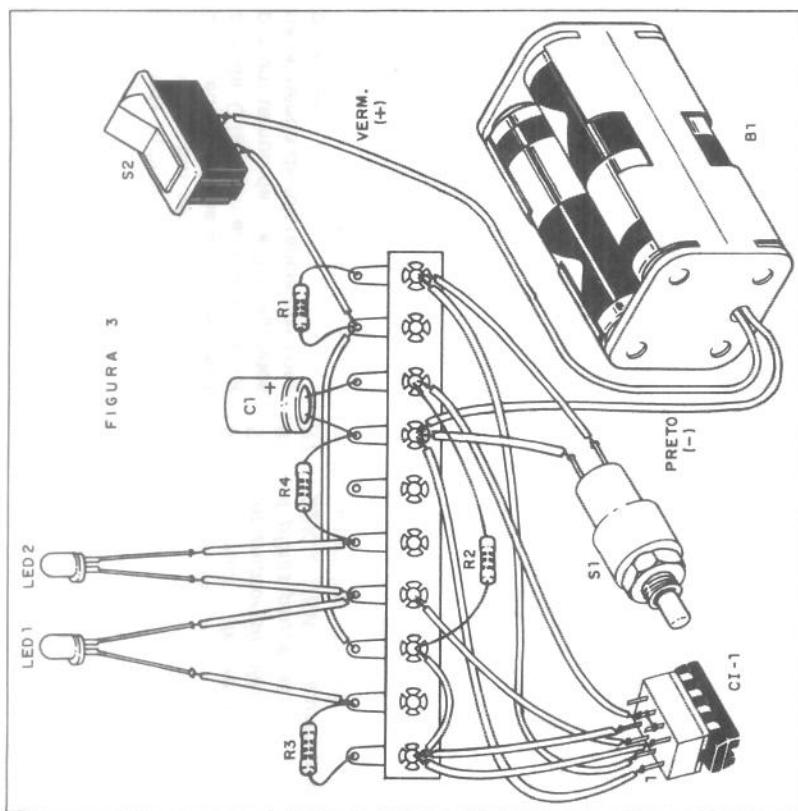

FIGURA 3
**Usamos para isso, um soquete, que tem uma posição certa de colocação dada pela marca que identifica o pino 1. Tome cuidado para não errar na identificação dos fios, (figura 3).**
A onda produzida pode ser representada da forma mostrada em (a) na figura 3.
No entanto, podemos fazer com que o sinal de baixa frequência modifique a intensidade do sinal de alta frequência, conforme mostra a figura 3 em (c).